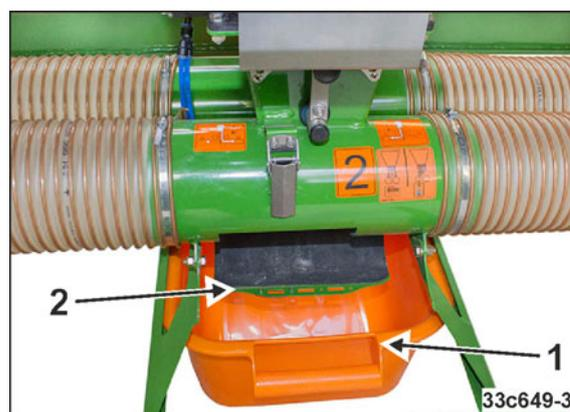

Рис. 150
4. Установите по одному поддону (Рис. 150/1) в держатель под каждым дозатором.
5. Ослабьте натяжные крюки и откройте заслонки левой подающей линии (Рис. 150/2).